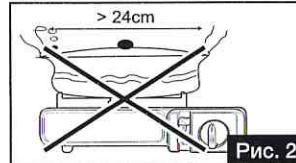

Рис. 20
- Не используйте посуду, диаметр дна которой превышает 24 см (Рис. 20).